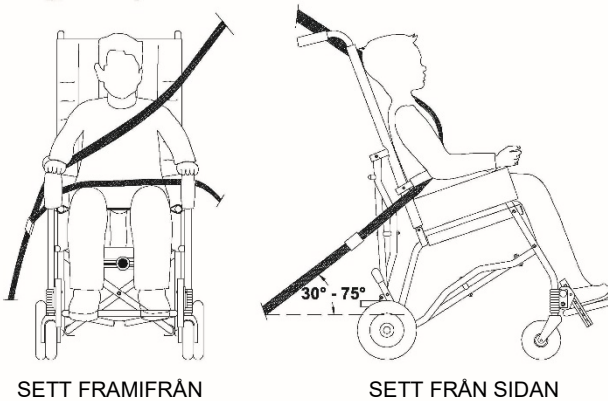

fig. 5
- för effektiv funktion gäller att fästbälten och kroppen inte kan vara åtskilda av rullstolskomponenter eller -delar, såsom armstöd eller vagnens hjul (se fig. 5 och 6, sidan 13)
- fastspänningsdelarna i axelbältet måste positioneras och passa över axlarna (se fig. 5, sidan 13)